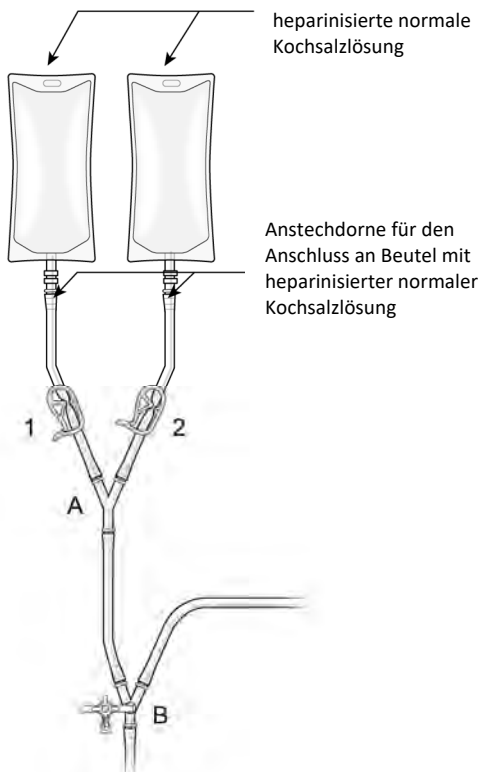

Abbildung 13
- Schließen Sie die Klemme (4) am Bypass-Schlauch nach ca. 1 Minute, um den Fluss durch die Hämofiltrationspatronen zu gewährleisten. Lassen Sie (nach dem Schließen von Klemme 4) mindestens 5 Minuten lang CO2 durch die Patronen strömen.
- Schließen Sie die Kochsalzlösungsklemmen (1, 2), die Doppelballon-Katheterschlauchklemme (3), die Filterzuflussklemmen (5, 6) und dann die Filterabflussklemmen (7, 8), um CO2 im Kreislauf einzuschließen. Stoppen Sie den CO2-Fluss, schließen Sie den Absperrhahn „F“, nehmen Sie den CO2-Verbindungsschlauch ab und entsorgen Sie ihn.
- (I) Hängen Sie zwei Beutel der heparinisierten sterilen normalen Kochsalzlösung auf, und verbinden Sie sie wie in Abbildung 13 dargestellt durch Verwendung der Anstechdorne mit dem Kreislauf, um das Vorfüllen der Kreislaufkomponenten durch die Schwerkraft zu ermöglichen.